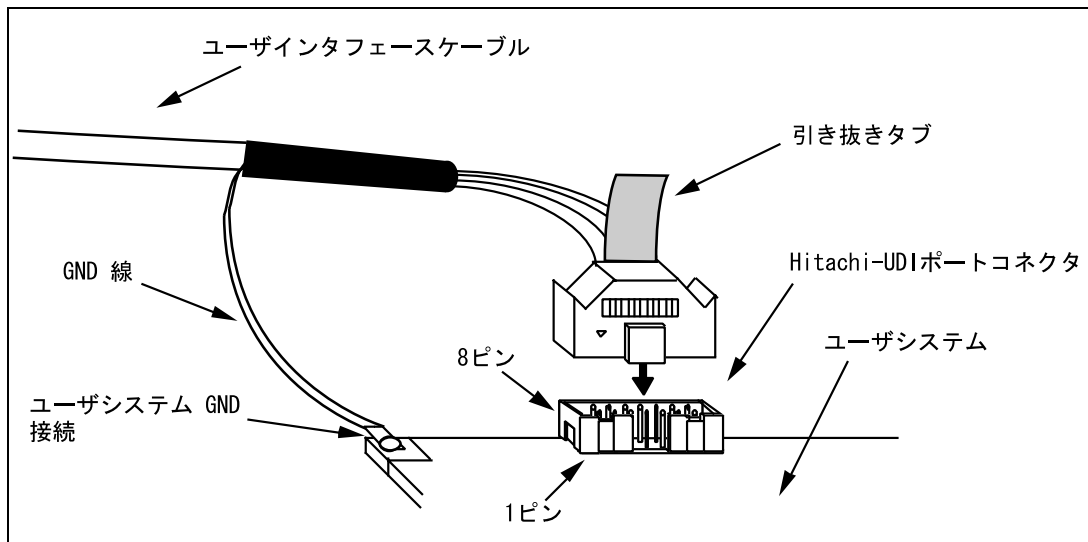

図 2.4 14 ピンストレートタイプコネクタ使用時のユーザシステム側のユーザインタフェースケーブル接続方法
- (2) ユーザインタフェースケーブルコネクタの信号TDOは、Hitachi-UDIポートコネクタのTDIに、ユーザインタフェースケーブルコネクタの信号TDIはHitachi-UDIポートコネクタのTDOに接続できるよう、Hitachi-UDIポートコネクタのピン配置には注意してください。 Hitachi-UDIポートコネクタのピン配置は「6.2章 Hitachi-UDIポートコネクタのピン配置」を参照してください。
- (3) 14ピンストレートタイプコネクタ使用時のユーザインタフェースケーブルの接続方法を図2.4に示します。 ケーブルのGND線はユーザシステムのGNDに接続してください。 また、GNDにネジ止めする場合は $\varnothing 3$ (mm)のネジを用意してユーザシステムのGNDに接続してください。